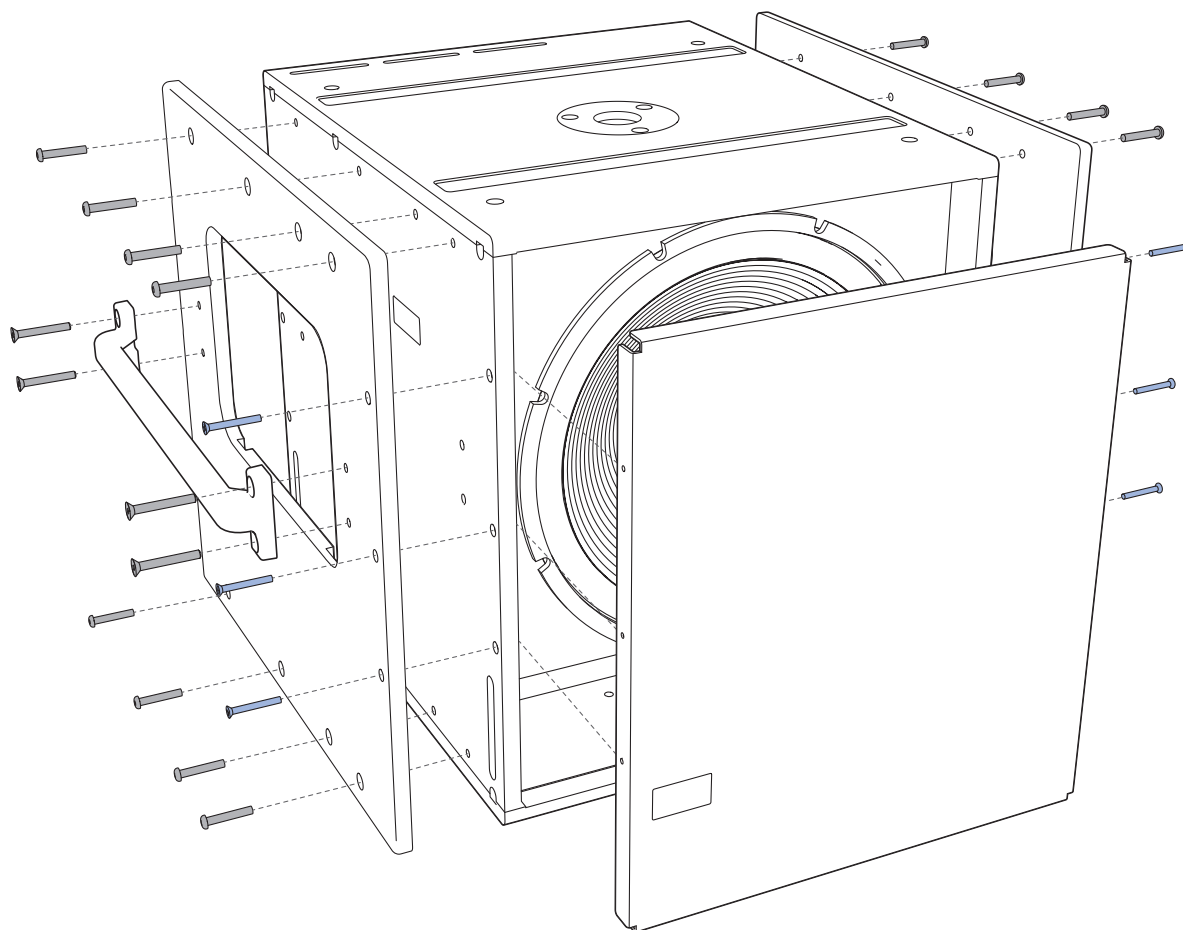

図1：既存のエンドフレームとグリルの取り外し
1.標準のエンドフレームを取り外し、グリルフレームを一時的に取り外します (図1)